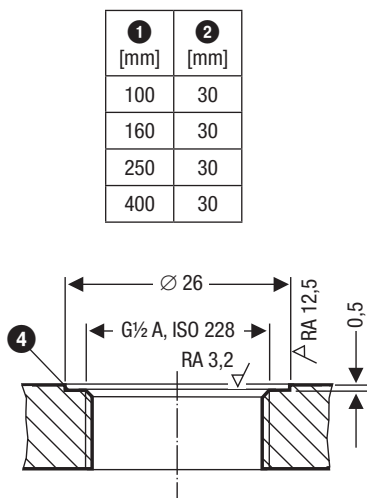

Fig. 3
- Die Dichtflächen vom Gewindestutzen oder Flanschdeckel müssen gemäß **Fig. 3** technisch einwandfrei bearbeitet sein!
1. Dichtflächen prüfen. **Fig. 3**
2. Dichtring 4 auf die Dichtfläche des Gewindestutzens oder Flanschdeckels legen (Dichtring-Werkstoff nach Einsatzbereich auswählen). **Fig. 3**